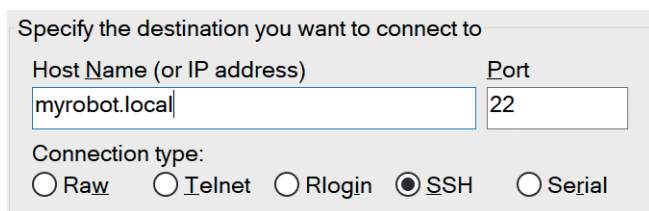

Рис. 4.12. Повторное соединение с Raspberry Pi
3. Снова подключитесь к Raspberry Pi с помощью PuTTY, используя новое имя хоста (в моем случае `myrobot`) с окончанием `.local` и пароль (см. рис. 4.12).